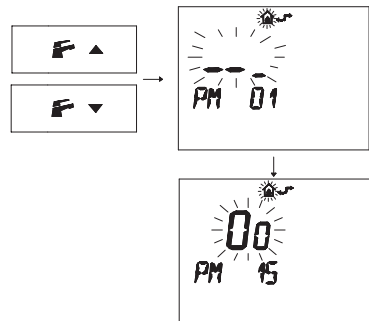

Fig. 5.54
- Premere i pulsanti **F**▲ o **F**▼ per visualizzare la programmazione "PM15" abilitazione della sonda esterna (Fig. 5.54).